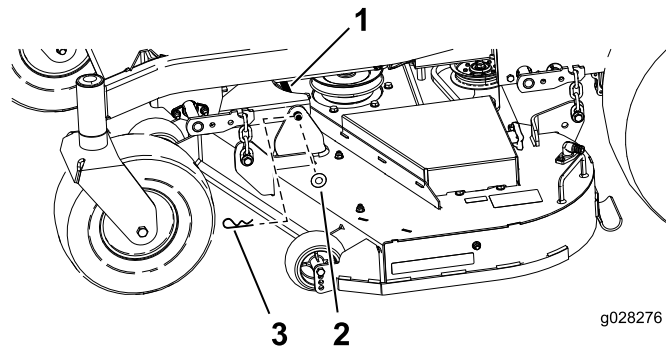

Figura 73
1. Retire la chaveta y la arandela que sujetan el pasador de enganche al bastidor y a la carcasa; retire el pasador de enganche (Figura 73).
- Sujete el perno de enganche con las chavetas y las arandelas que retiró anteriormente (Figura 73).